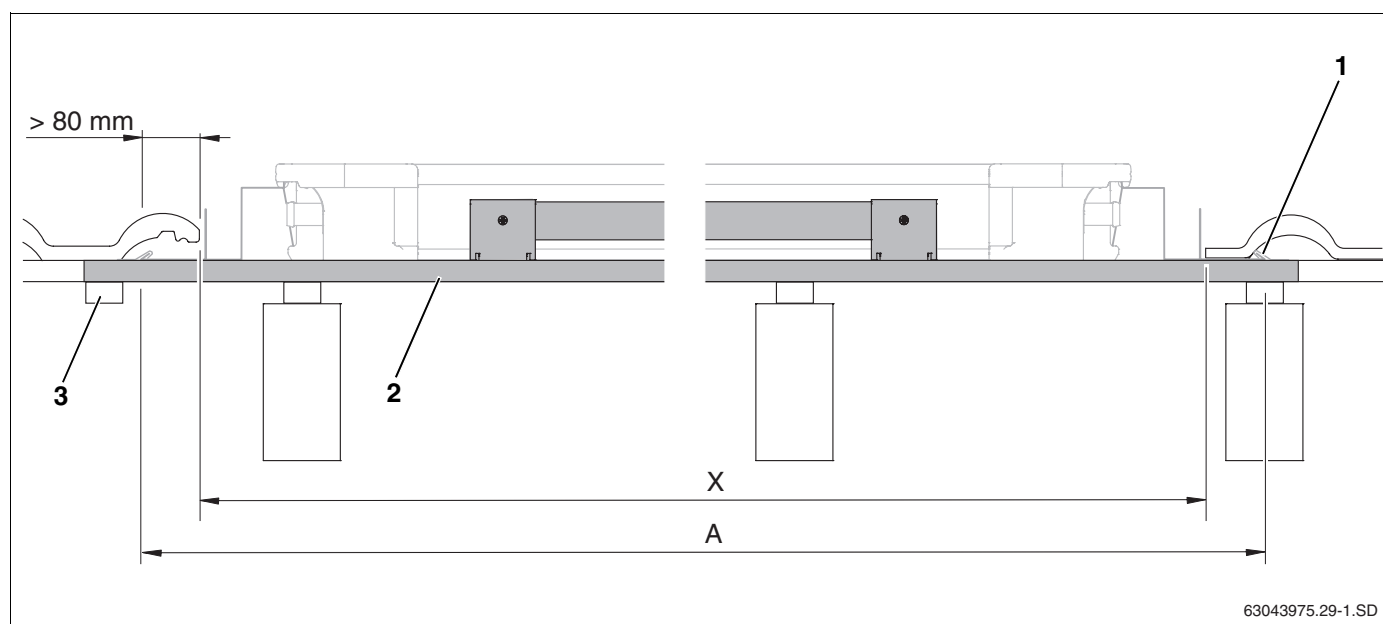
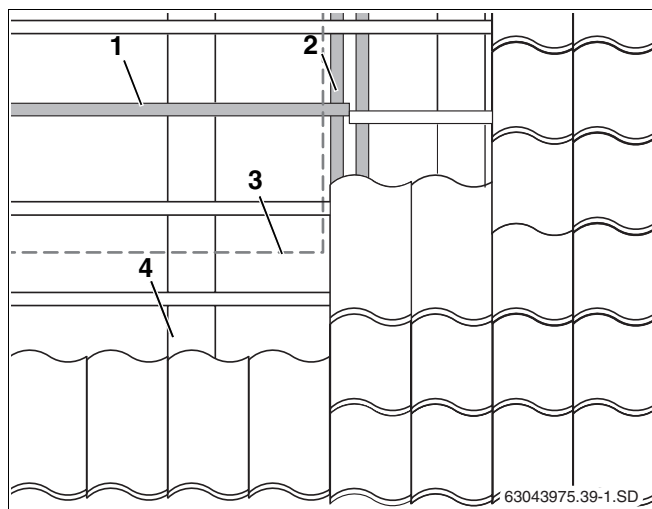

Fig. 9 Comprimento das ripas de telhado adicionais (primeira ripa de telhado em baixo com protecção contra deslizamento)
Fig. 13 Deslocação de ripas de telhado na zona do campo de colectores
O comprimento mínimo das ripas de telhado adicionais (fig. 9, **item 2**) corresponde à largura do campo de colectores (tab. 5, página 15, medida A) mais aproximadamente 10 cm para os grampos de fixação laterais (fig. 9, **item 1**).
- ▶ Fixe as juntas das ripas aos caibros ou una-as de forma adequada, por ex. comprimindo com as ripas de telhado existentes (fig. 9, **item 3** e fig. 13, **item 2**).
Se for necessário montar uma ripa de telhado adicional (fig. 13, **item 1**) na zona de uma já existente, a ripa existente deve ser deslocada na zona do campo de colectores (fig. 13, **item 3**) e fixada de maneira adequada (fig. 13, **item 2**).